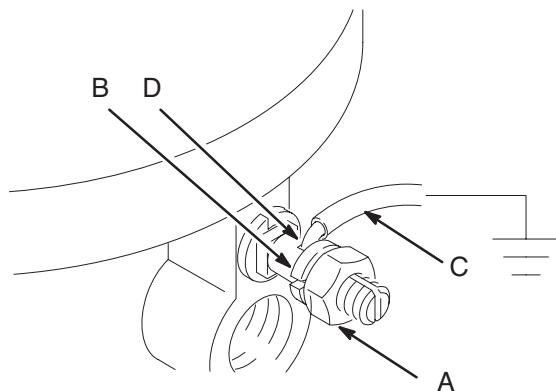

Рис. 1
- Насос:** Используйте провод заземления и зажим, как показано на Рис. 1. Ослабьте затяжку контргайки (A) болта заземления и шайбы (B). Вставьте один конец провода заземления (C) с минимальным сечением 1,5 мм2 в прорезь болта (D) и надёжно затяните контргайку. Подсоедините другой конец провода заземления к фактической линии заземления.